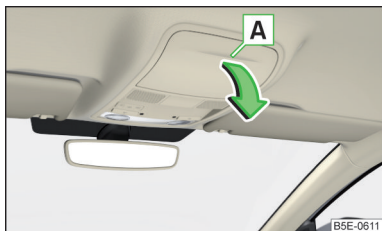

Fig. 107
- Pour **ouvrir**, appuyez sur le couvercle du compartiment à lunettes dans la zone **A**. Le compartiment s'ouvre dans le sens de la flèche » fig. 107.